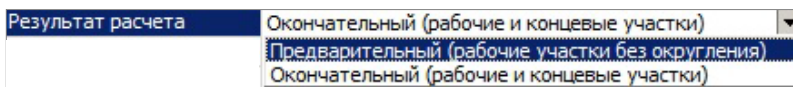

Рис. 12.50
- **Результат расчёта** по выбору пользователя можно получить предварительный или окончательный (рис. 12.50).